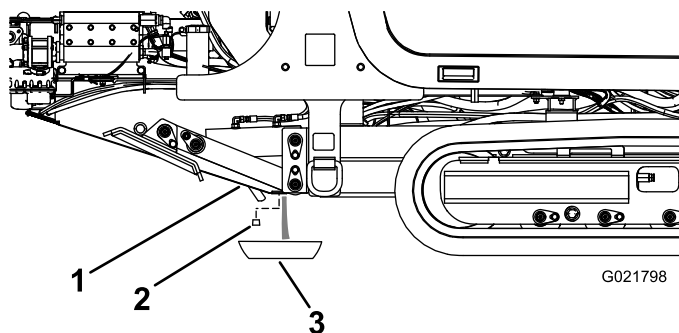

Figura 126
3. Afloje el tapón de vaciado y drene el agua y los sedimentos (Figura 126).